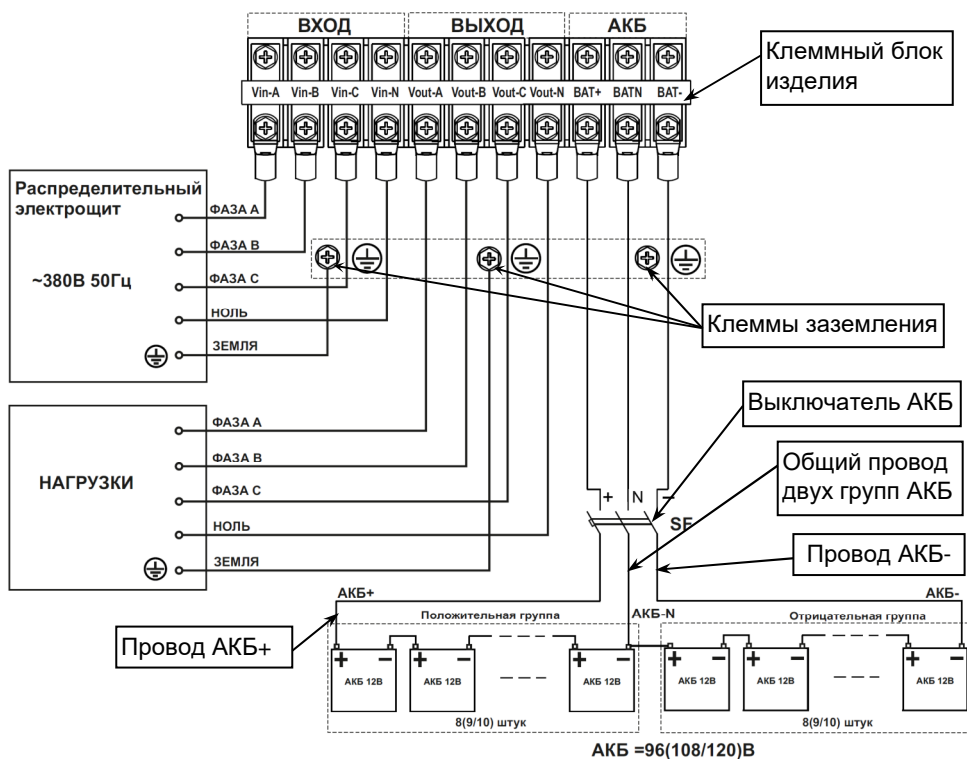

Рисунок 23 — Схема подключения изделия и монтажа аккумуляторной батареи.
Между АКБ и изделием должен быть подключен DC — совместимый терромагнитный защитный автоматический выключатель SF, на номинальный ток 63А, (или комплект предохранителей), расположенный как можно ближе к АКБ, см. рисунок 23.
Автоматический выключатель SF следует перевести в выключенное положение и затем выполнить, **с соблюдением полярности**, последовательное соединение батарей 12В, в соответствии с двуполярной схемой (см. рисунок 23) при помощи перемычек АКБ (НЕ входят в комплект поставки).
- подключение кабелей к клеммному блоку выполняйте в соответствии со схемой (см рисунок 23) и маркировкой, нанесенной на клеммном блоке изделия;
- подключите провода заземления кабелей подключения питающей сети и нагрузки к клеммам заземления (см. рисунок 23);
- Включите защитный автоматический выключатель АКБ (SF) (см. рисунок 23), подождите около 30 секунд;